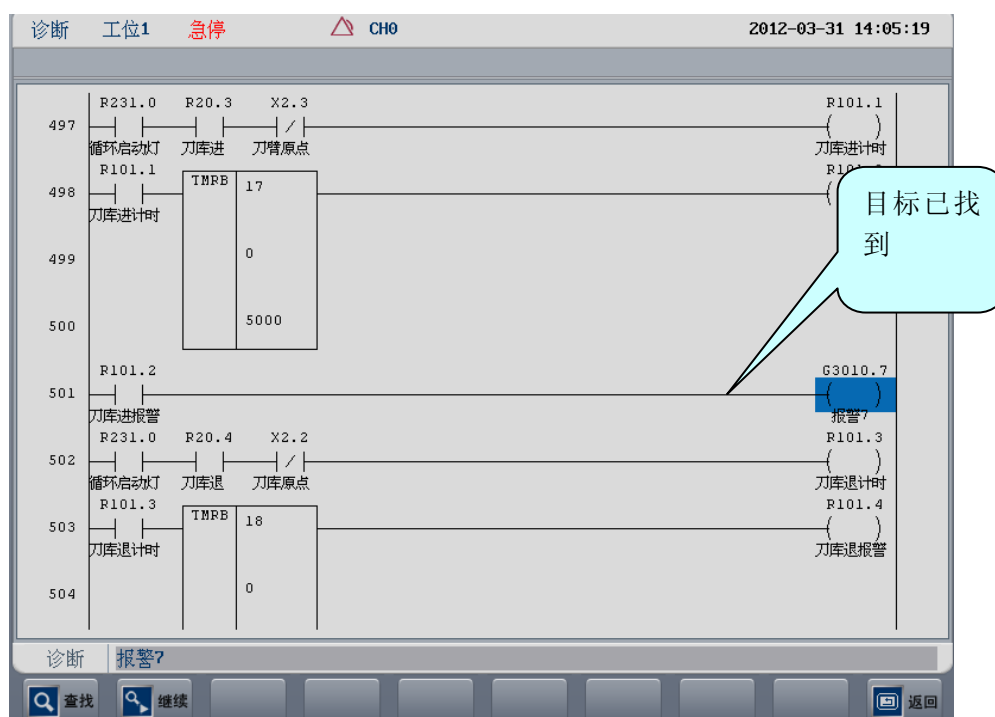

图 6.6.2 G3010.7 被找到
- 4) 系统在搜索以后，会自动跳跃到目标出现的位置。根据图 6.6.2 中查找到的 G3010.7，重复第二步，继续查找 R101.2，会找到另外两处 R101.2，其中一处在于子程序 SP3 内 395 行，在复位时被清除，可排除，另一处在 498 行，正好是置位元件，如图 6.6.2；
- 5) 根据图 6.6.2 中 498 行的条件, 可知下一步需要查找 R101.1, 重复第二步, 继续查找 R101.1;